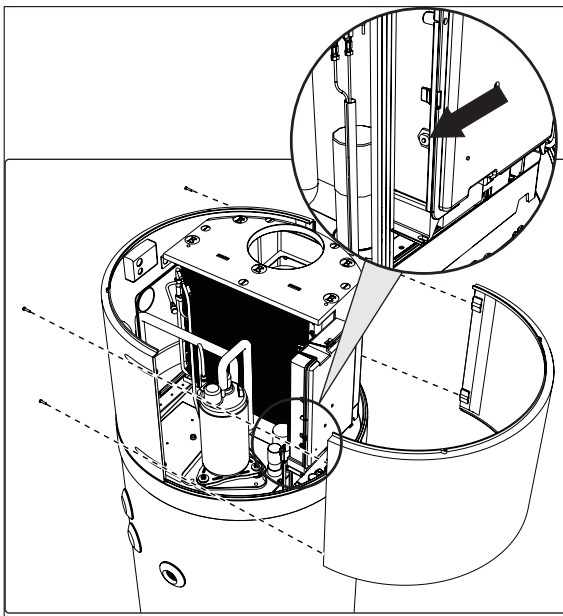

fig. 75- Entfernen der Frontplatte
- Entfernen Sie die Frontplatte und setzen Sie das ausgelöste Sicherheitsthermostat manuell zurück (fig. 75). Im Fall eines Auslösens steht der zentrale Stift des Thermostats ungefähr 2°mm heraus.